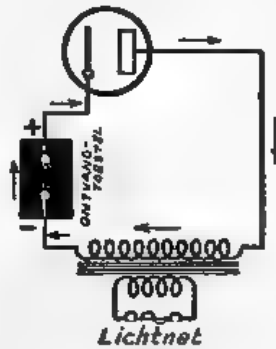
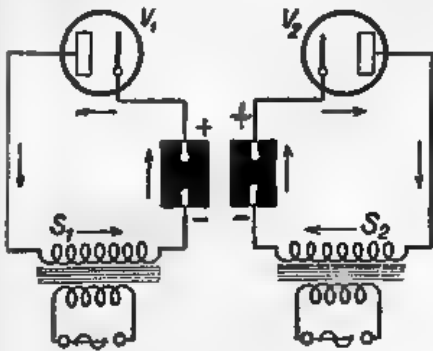
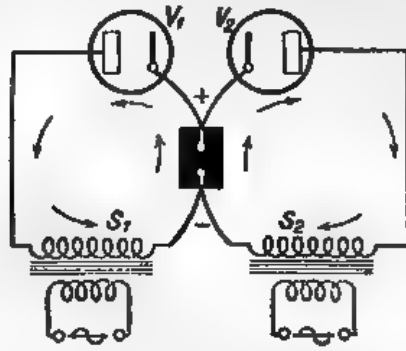

Fig. 79. Gelijkrichter met een transformator, die de spanningen opvoert.
Fig. 81. Deze twee gelijkrichters zijn gelijk aan die van fig. 79. Zij richten elk één halve periode gelijk.
Fig. 82. De twee gelijkrichters van fig. 81 voeden denzelfden ontvanger, doordat zij beide halve perioden gelijkrichten.
W. — Enorm! Vraag! Je spreekt als een natuurkundige verhandeling en je bent je naam hoe langer hoe minder waard. (Je weet nu meer dan je vraagt.) Zoo zie je dus, dat het met een transformator erg gemakkelijk is de spanning te verhoogen vóór de gelijkrichting van den stroom (fig. 79). Wij kiezen de verhouding van het aantal windingen (of: de transformatie-verhouding) in overeenstemming met de spanningsverhooging, die wij willen verkrijgen.
gelijk aan die van fig. 79. Door ze naast elkaar te plaatsen zien wij, dat in alle twee de stroom den ontvanger in dezelfde richting doorloopt (fig. 81). Zoo kunnen wij dus één enkelen ontvanger voeden (fig. 82). Elk der lampen zal één der twee stroomhelften doorlaten. Je kunt de stroombaan van elke halve periode natuurlijk gemakkelijk volgen.
W. — Natuurlijk. Zoo zien dan onze gelijkrichtingstoestellen (zg. *plaatstroomapparaten*) voor één (fig. 79) of voor twee (fig. 83) halve perioden er in de praktijk uit, zooals de figuren 85 en 86 aangeven.